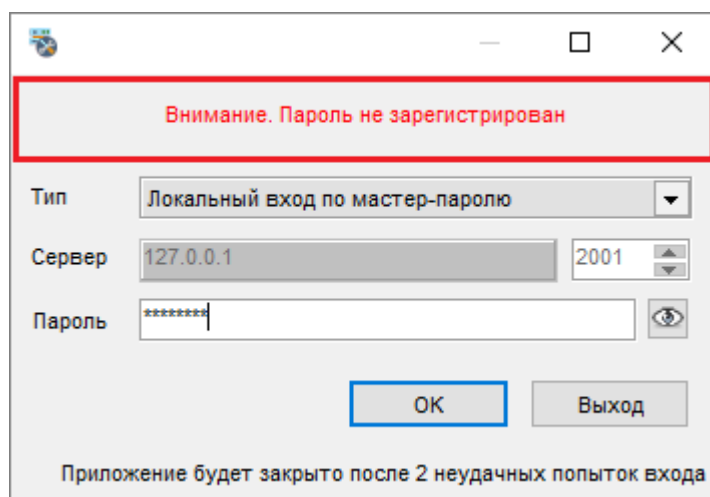

Рисунок 4-9 Отображение информации об ошибке при подключении по мастер-паролю
- если мастер-пароль введен некорректно, то соответствующая информация будет отображена в окне авторизации (см. Рисунок 4-9). В этом случае введите корректный мастер-пароль и повторите попытку входа.